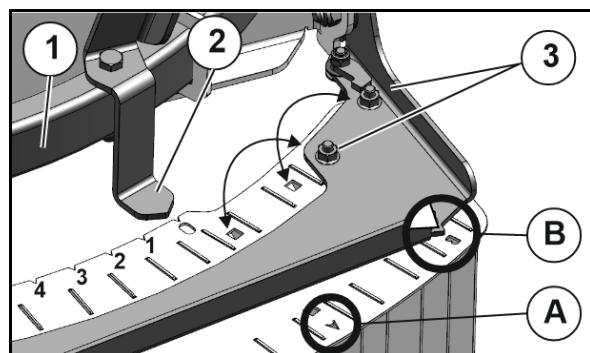

Fig. 66
2. Forskyv lamellblokken på føringsbøylen (Fig. 66/1) så langt at pekeren (Fig. 66/2) står på verdien som skal innstilles fra spreddatabellen.